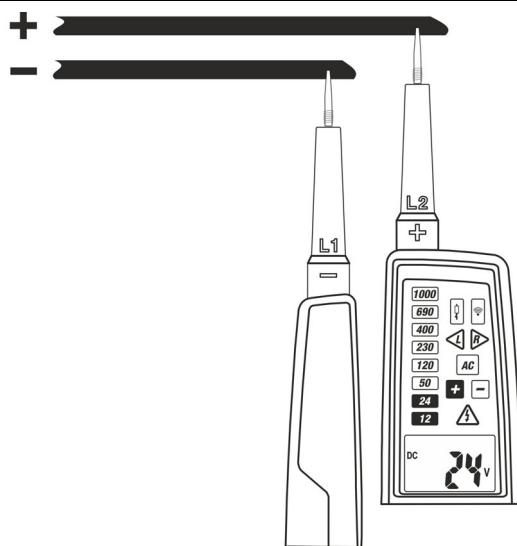

Fig. 4 : Mesure de la Tension CC
2. Connecter les embouts L1 et L2 à la source à tester (voir Fig. 4). La mesure est effectuée **uniquement avec le contact des embouts sur la partie métallique des conducteurs**
4. Si la LED « - » est allumée, cela signifie que la tension mesurée a une polarité opposée à celle du raccordement montré sur la Fig. 4